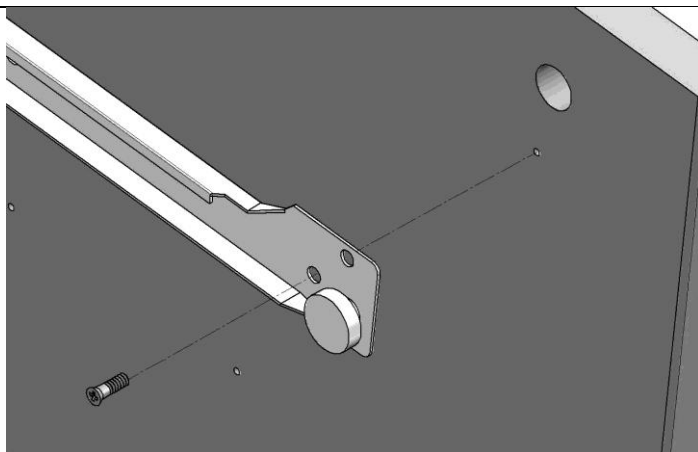

Рис. 3
4.1.3. К боковине правой (поз. 5) прикрутить направляющие роликовые правые L=500 (наружные) (поз. 23, 25) при помощи евро-винтов ЕС4,0х13 или саморезов с потайной головкой 3,5х16 (поз. 21) (см. рис. 3а), предварительно совместив отверстия в направляющих роликовых правых с отверстиями в боковине правой (см. рис. 3).
Рис. 3а